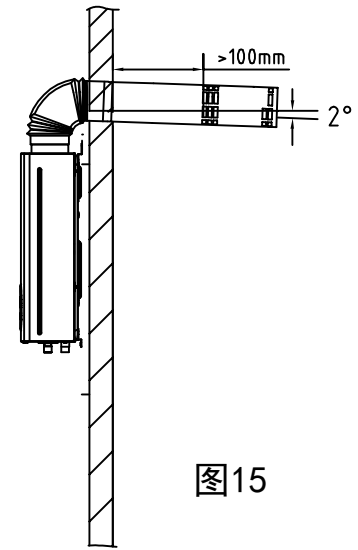

图15
■ 必须使用本热水器所配用的专用给排气管,安装方法见图15。如烟道较短可根据需要适当加长。每半年检查一次,检查烟道有无破损,漏烟等现象。
■ 给排气管水平段应尽可能短,且安装时应有向下倾斜 2° 的坡度,以利于冷凝水和雨水的排出;前端给排气口一定要露出墙外 $\geq 100\text{mm}$ 。(如图15)